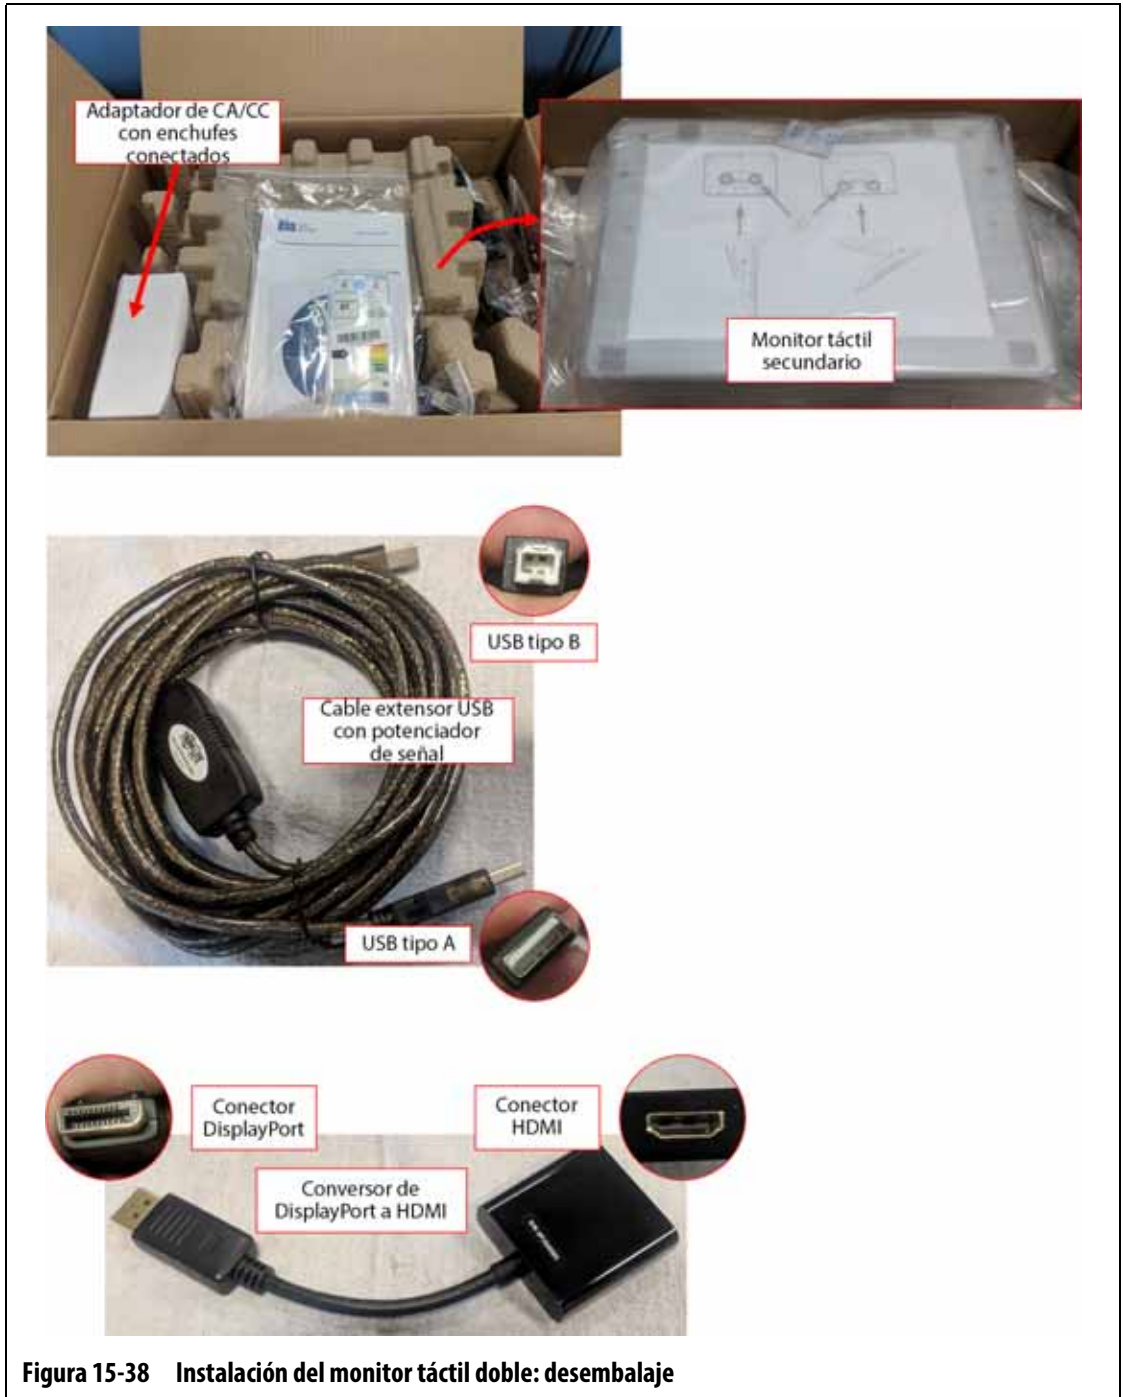

Figura 15-38 Instalación del monitor táctil doble: desembalaje
3. Localice y desembale los siguientes elementos (consulte la Figura 15-38):